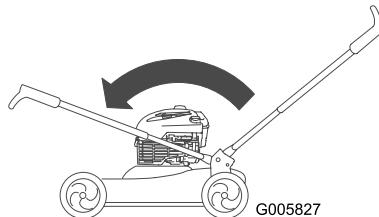

Figura 50
5. Fate ruotare la stegola in avanti (Figura 50).